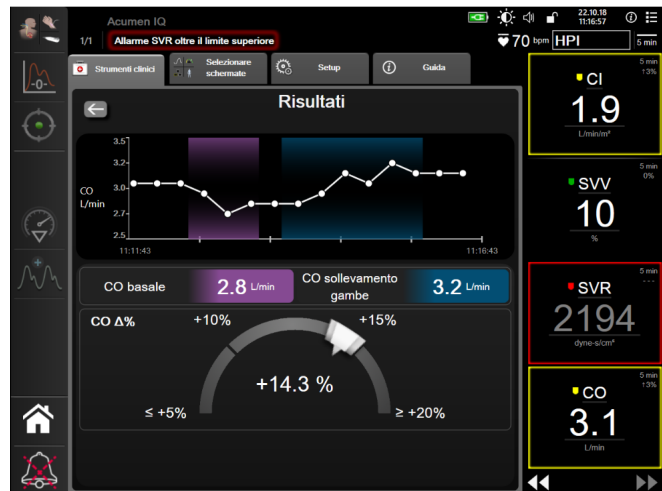

Figura 13-12 Test reattività al fluido – Schermata dei risultati
- 9 Al termine del test, verrà visualizzato il valore del **Parametro** selezionato in risposta al carico volemico. Vedere la figura 13-12. Toccare l'icona di ritorno per avviare un nuovo test, oppure l'icona home per tornare alla schermata di monitoraggio principale.
- 9 Al termine del test, verrà visualizzato il valore del **Parametro** selezionato in risposta al carico volumico. Vedere la figura 13-12. Toccare l'icona di ritorno per avviare un nuovo test oppure l'icona home per tornare alla schermata di monitoraggio principale.